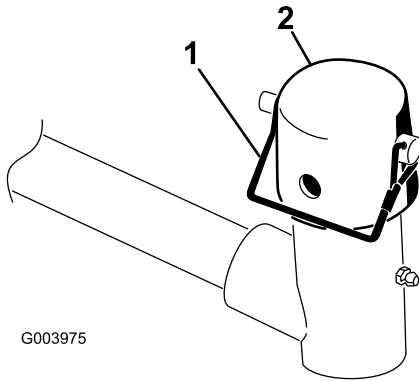

图10
7. 从提升臂轴轭上拆下锁扣销和中心盖（图10）。
11. 使用锁扣销将中心盖和承载架轴固定到提升臂轴。如果需要可偏转的滚刀组，可使用槽；如果需要滚刀组锁定到位，可使用孔（图10）。